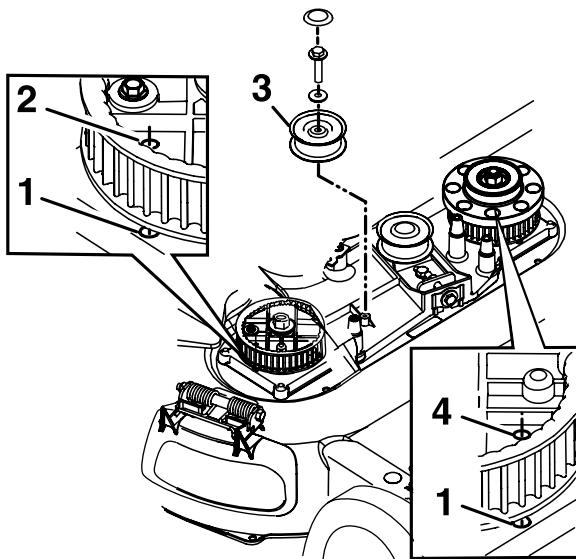

Figura 41
- Staccate la puleggia tendicinghia fissa e la bulloneria (Figura 41).
- Allineate i fori nelle ruote dentate di destra e sinistra con i fori nell'alloggiamento, come illustrato nella Figura 41.